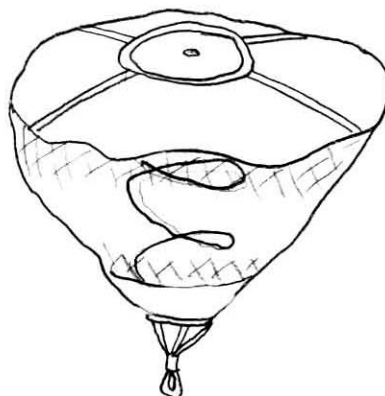

Рис. 4. Парашют вытяжной пружинный.
2.5.6. П а р а ш ю т в ы т я ж н о й (ВП) п р у ж и н н ы й площадью 0,6 м² (рис. 4) предназначен для вытягивания запасного парашюта (как «Space-336», так и «Space-290») из ранца. Парашют состоит из основы (капроновая ткань типа F111), боковины (капроновая ткань с высокой воздухопроницаемостью) и конической пружины. Основание пружины прикреплено к металлическому диску-накладке в середине основы купола. Основа и боковина ВП усилены лентами ЛТКкр-15-185, образующими петлю для присоединения звена камеры ПЗ.